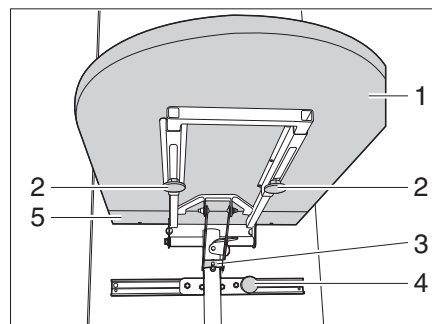

Fig. 41 Table pliante, logement du pied de la table
- Desserrer deux vis moletées (Figure 41,2) et faire glisser le plateau de table (Figure 41,1) vers l'avant.
- Retire la rallonge de table (Figure 41,5) du plateau de table.
- Soulever le plateau de table et décrocher le support (Figure 41,3).
- Rabattre le plateau de table (Figure 41,1) vers le bas.
- Desserrer les vis moletées (Figure 41,4) et déplacer la table pliante dans la position désirée.
- Serrer à nouveau la vis moletée (Figure 41,4).